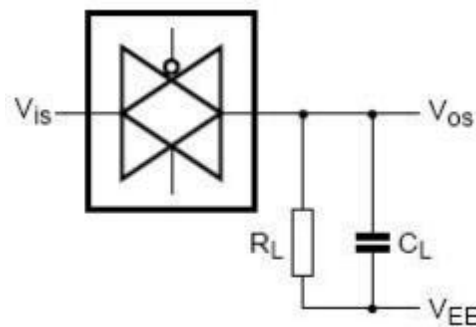

图7、方波失真度、关断频率和导通频率测试图
- 2、  $R_L = 1\text{ k}\Omega$ ;  $C_L = 5\text{ pF}$ , 通道关断,  $20\log V_{os}/V_{is} = -50\text{ dB}$ , 见图7
- 3、  $R_L = 1\text{ k}\Omega$ ;  $C_L = 5\text{ pF}$ , 通道开,  $20\log V_{os}/V_{is} = -3\text{ dB}$ , 见图7